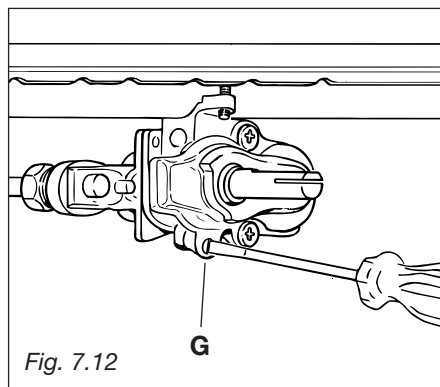

Fig. 7.12
- enlever la manette et avec un tourne-vis dévisser d'environ 3 tours la vis bypass "G" (fig. 7.12), en passant à travers l'ouverture du tableau de bord;
- après avoir enlevé la manette à nouveau en veillant à ne pas faire tourner la tige du robinet, fermer doucement la vis bypass "G" (fig. 7.12) jusqu'à l'obtention d'une flamme de 3-4 mm de long.